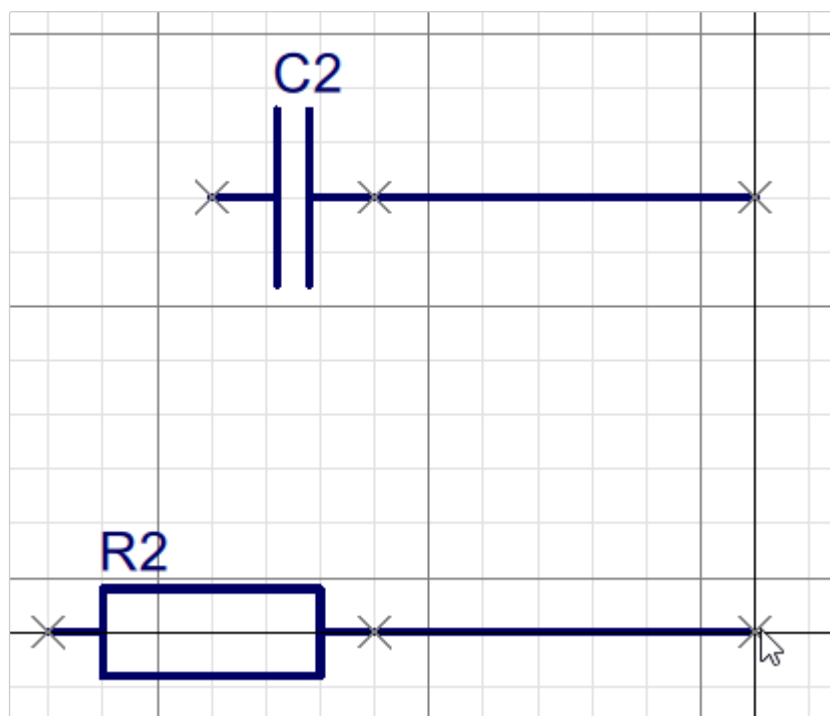

Рисунок 84. Вставка копированных/вырезанных объектов
- 4) Нажать сочетание клавиш **Ctrl** + **V** или вызвать команду меню «Редактирование» → «Вставить». Вставляемые объекты будут привязаны к курсору мыши в точке ближайшего вывода на момент копирования/вырезки (см. рисунок 84).